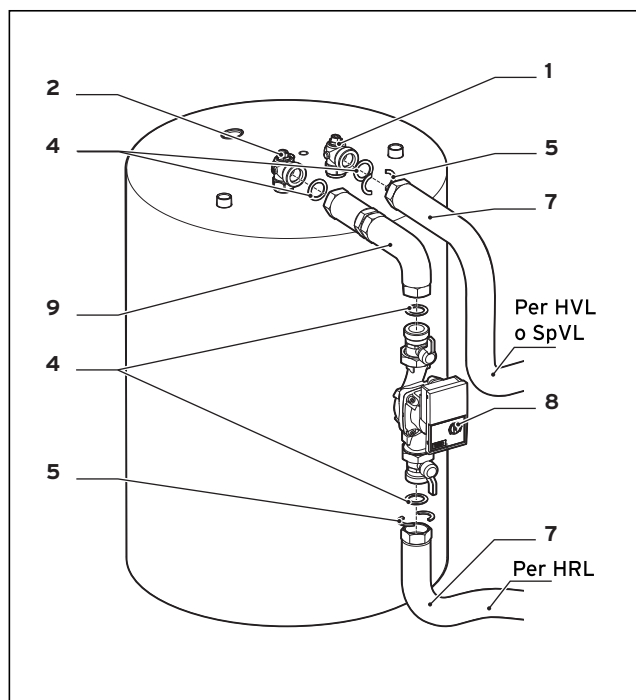

Fig. 6: Montaggio del kit per ricarica boiler su uniSTOR VIH R 120 - 200
- Rendere a tenuta il gomito in ottone (1) sulla mandata (VL) e sul gomito in ottone (2) sul ritorno (RL) del serbatoio (vedi da fig. 6 a 8).